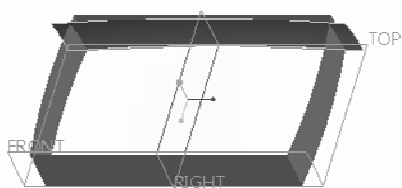
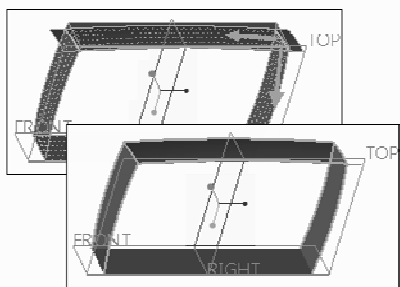

图 7-151 创建扫描曲面 1
图 7-152 合并 1
⑤ 在“扫描”选项卡中单击“完成”按钮，完成创建好扫描曲面 1 的效果如图 7-151 所示。
① 选择“拉伸 1”曲面，按住〈Ctrl〉键的同时选择扫描曲面 1。
② 在“编辑”面板中单击“合并”按钮。
③ 确保要保留的面组侧为所需，然后在“合并”选项卡中单击“完成”按钮，完成的合并效果如图 7-152 所示。